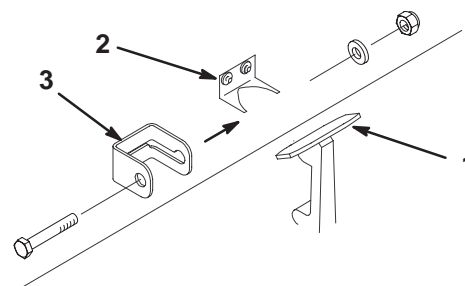

Figure 2
1. Décrochez le verrou du capot de son support (Fig. 2).
2. Glissez la patte de blocage du capot sur le verrou (Fig. 2).
3. Raccrochez le verrou sur le support du capot (Fig. 2).
4. Insérez un boulon (1/4 x 1-1/2") dans la patte de blocage du capot et fixez-la à l'aide d'une rondelle plate et d'un contre-écrou (Fig. 2).